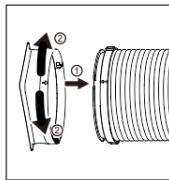

Fig.1
- 1) Alinee las dos flechas del conector de entrada de la manguera y la manguera, insértela; Gire el conector de entrada de la manguera en sentido horario o antihorario unos 60°; (Fig. 1)